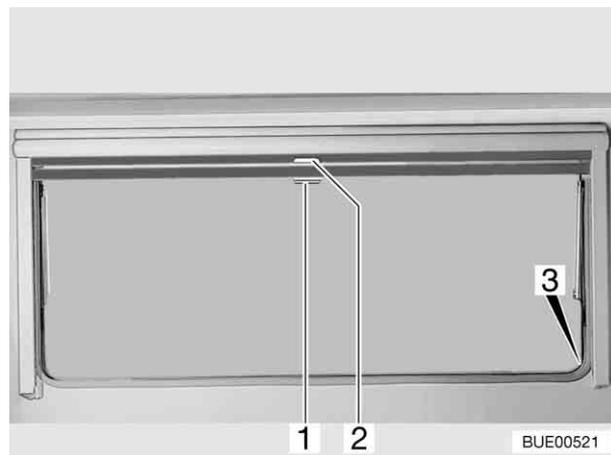

Bild 50 Ausstellfenster
- Verdunklungsrollo am Griff (Bild 50,2) nach unten ziehen. Wenn das Verdunklungsrollo ganz geschlossen wird, das Verdunklungsrollo auf beiden Seiten am Fensterrahmen in die Arretierung (Bild 50,3) einhängen.
- Insektenschutzrollo am Griff (Bild 50,1) nach unten ziehen und auf beiden Seiten am Fensterrahmen in die Arretierung (Bild 50,3) einhängen.
- Griff (Bild 50,1) nach unten drücken und den Griff dabei leicht nach innen ziehen. Das Insektenschutzrollo aus den Arretierungen links und rechts am Fensterrahmen aushängen.